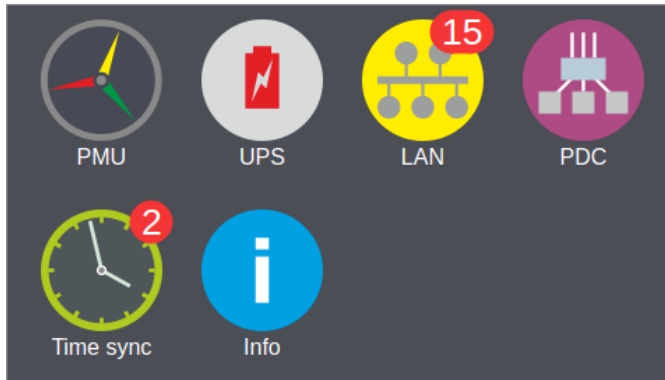

Рисунок 6.2. Главное меню с уведомлением об ошибках.
При обнаружении ошибки в главном меню модуля в верхнем правом углу пиктограммы, соответствующей типу устройств, в которых обнаружилась ошибка, появится уведомление с количеством ошибок на красном фоне (рис. 6.2) и произойдет замыкание дискретного выхода (DO). Размыкание дискретного выхода произойдет только в том случае, когда все ошибки будут устранены или сквитированы (в главном меню исчезнут все уведомления об ошибках).